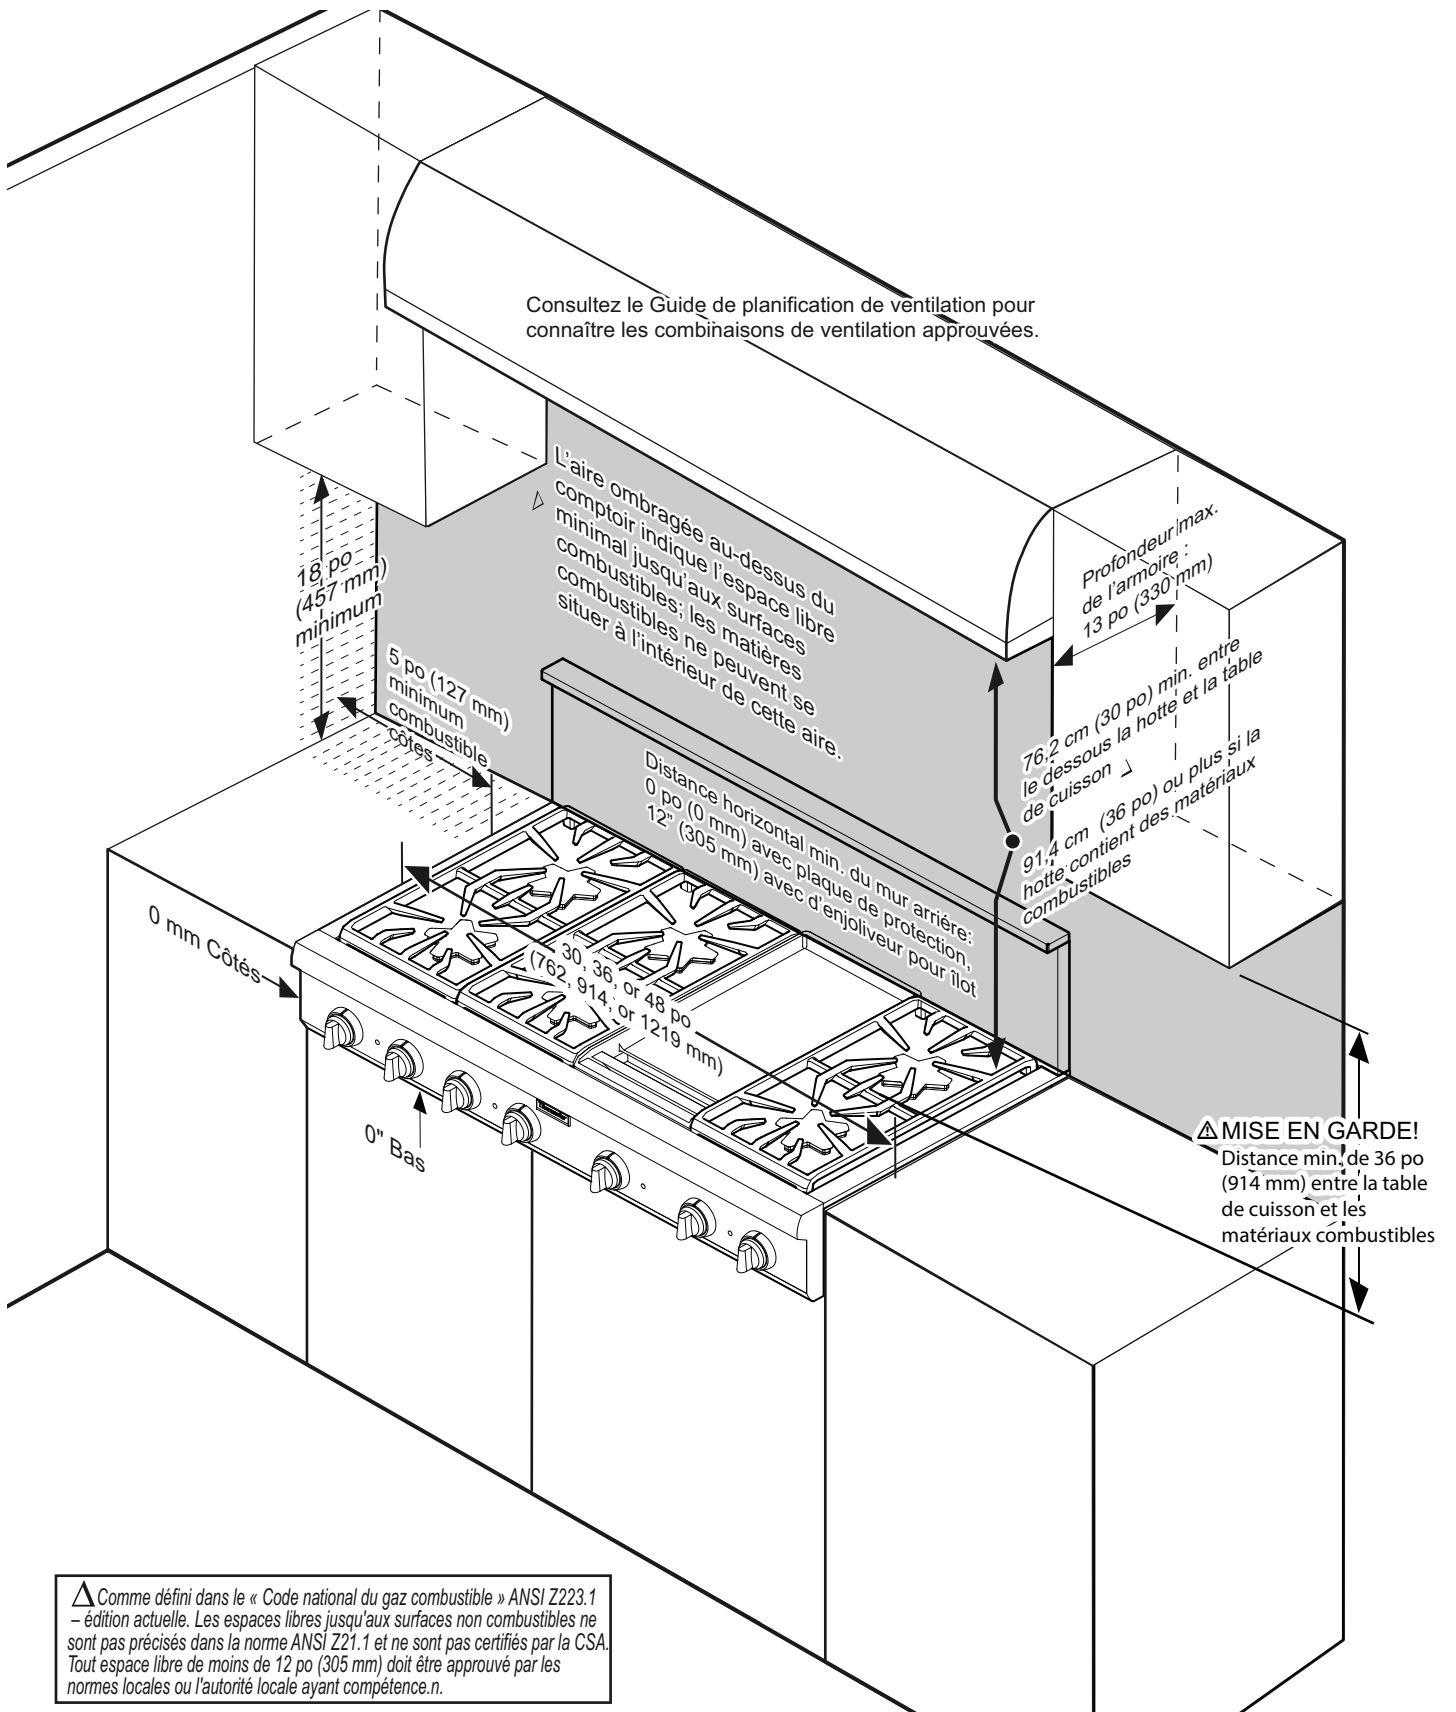

Figure 1 : Dégagements
Lors de l'utilisation de la garniture d'îlot THERMADOR, il faut un espace minimal de 12 po (305 mm) entre la partie arrière de l'appareil et la surface combustible (voir *Figure 1 à la page 22*). Les espaces libres jusqu'aux surfaces non combustibles ne sont pas précisés dans la norme ANSI Z21.1 et ne sont pas certifiés par la CSA. Tout espace libre de moins de 12 po (305 mm) doit être approuvé par les normes locales ou l'autorité locale ayant compétence.
- Pour une meilleure élimination des fumées, le bord inférieur de la hotte doit être placé à une distance de 91,4 cm (30 po) au dessus de la table de cuisson. (Voir *Figure 1*).
2. Les dégagements requis sont indiqués à la *Figure 1*. Les mêmes dégagements s'appliquent aux installations en îlot, excepté pour les armoires suspendues qui doivent laisser un espace suffisamment grand pour y loger la hotte de l'îlot.
13. Pour l'installation de la table de cuisson de 1,22 m (48 po) sur les deux tiroirs chauffe-plats côte à côte de THERMADOR (modèle WD24), reportez-vous à la *Figure 8*. Si vous réalisez l'installation conformément à la *Figure 8*, le bord gauche de la table de cuisson sera aligné avec le bord gauche du tiroir chauffe-plats gauche et le bord droit de la table de cuisson sera aligné avec le bord droit du tiroir chauffe-plats droit. Pour obtenir un alignement différent, vous pouvez modifier la distance horizontale de 4,76 cm (1-7/8 po) entre les découpes des tiroirs chauffe-plats. Vous devez toutefois conserver une distance d'au moins 2,85 cm (1-1/8 po) pour éviter les interférences entre les tiroirs chauffe-plats. Montez un coude de 90° sur le tuyau d'arrivée de gaz de la table de cuisson. Tous les autres dégagements au-dessus du plan de travail doivent être maintenus comme indiqués à la *Figure 1*.